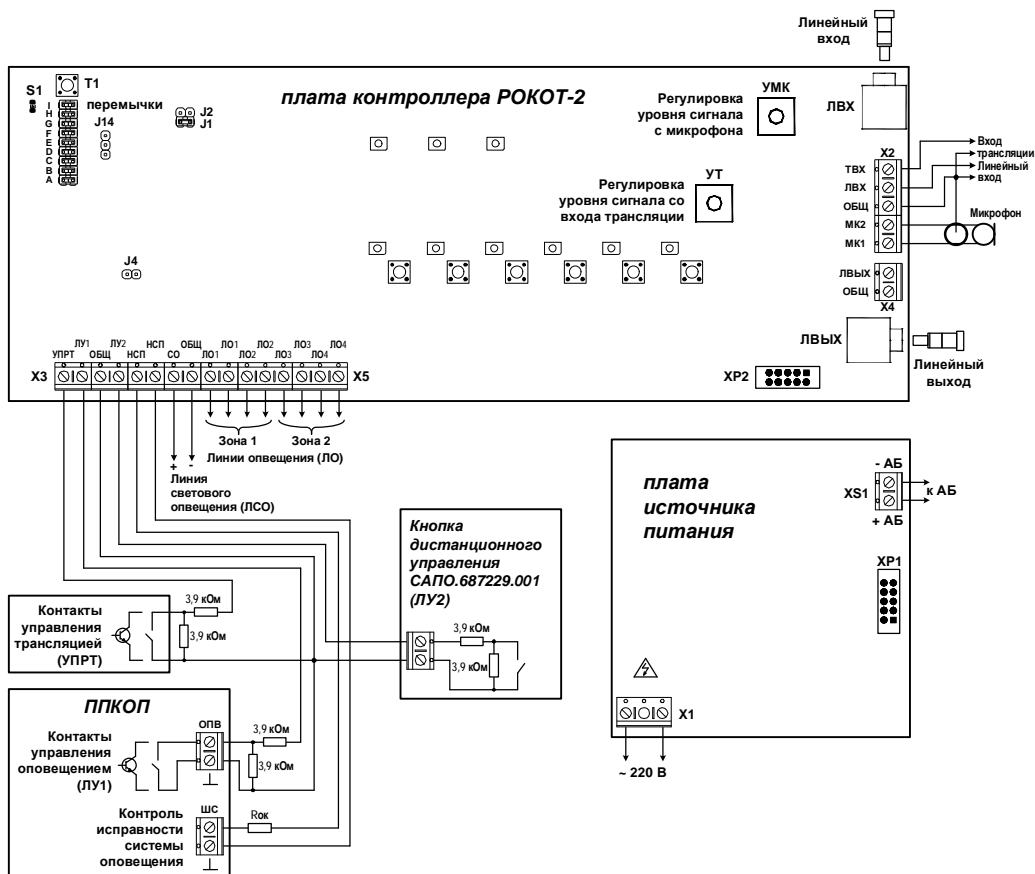

Рис. 1 Схема внешних подключений прибора «Рокот-2»
Произведите монтаж всех линий, соединяющих прибор с ППКОП: акустическими системами, световыми указателями, источниками сигналов трансляции, кнопкой дистанционного управления. Для доступа к клеммным колодкам необходимо открыть крышку, отвернув винт на крышке внизу корпуса прибора. Схемы подключений – см. рис. 1 – 5.
Внимание! Кнопка дистанционного управления САПО.687229.001 поставляется с установленными в ней резисторами 3,9 кОм. При монтаже не предусмотренной комплектом поставки кнопки необходимо установить два резистора 3,9 кОм согласно схеме подключений – рис.1.
При необходимости размещения в зоне оповещения максимального количества АС (до 20 АС-2-2 или до 8 АС-2-1) с использованием *только одной линии* оповещения допускается объединение выходов ЛО путем установки переключки между левыми (по рис.1) клеммами выходов ЛО1 и ЛО2 (ЛО3 и ЛО4). Собственное сопротивление проводников такой ЛО должно быть не более 1,5 Ом.
- К клеммам «220В» платы прибора подсоедините кабель сетевого питания (см. рис.1). Подайте на прибор напряжение сети ~220 Вт 50 Гц.
- Снимите перемычку «А» (см. рис.1) и дождитесь прохождения проверки состояния линий оповещения (не более 20 секунд).
- в дежурном режиме работы, открыв крышку прибора, нажать кнопку Т1 на плате контроллера (см. рис.1) и удерживать до загорания индикатора S1.
Переход в тестирование системы происходит *из дежурного режима* при снятии переключки «С» (см. рис. 1). Пока снята эта переключка, индикатор НЕИСПРАВНОСТЬ мигает зеленым, контакты выхода «Неисправность» разомкнуты.